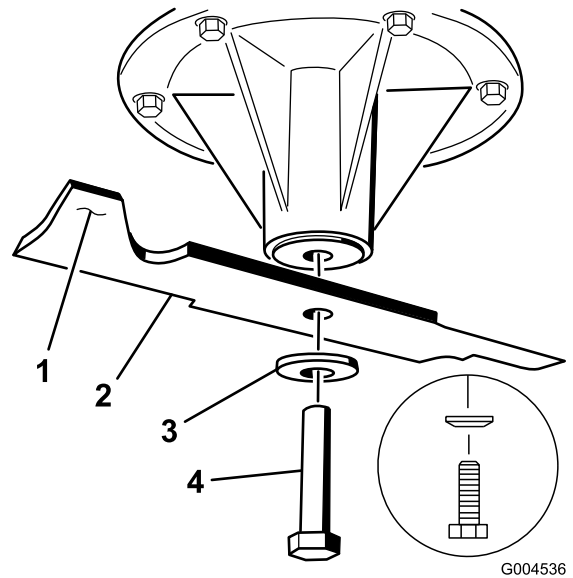

Figura 92
2. Retire del eje el perno de las cuchillas izquierda y central, la arandela curva y la cuchilla (Figura 92).